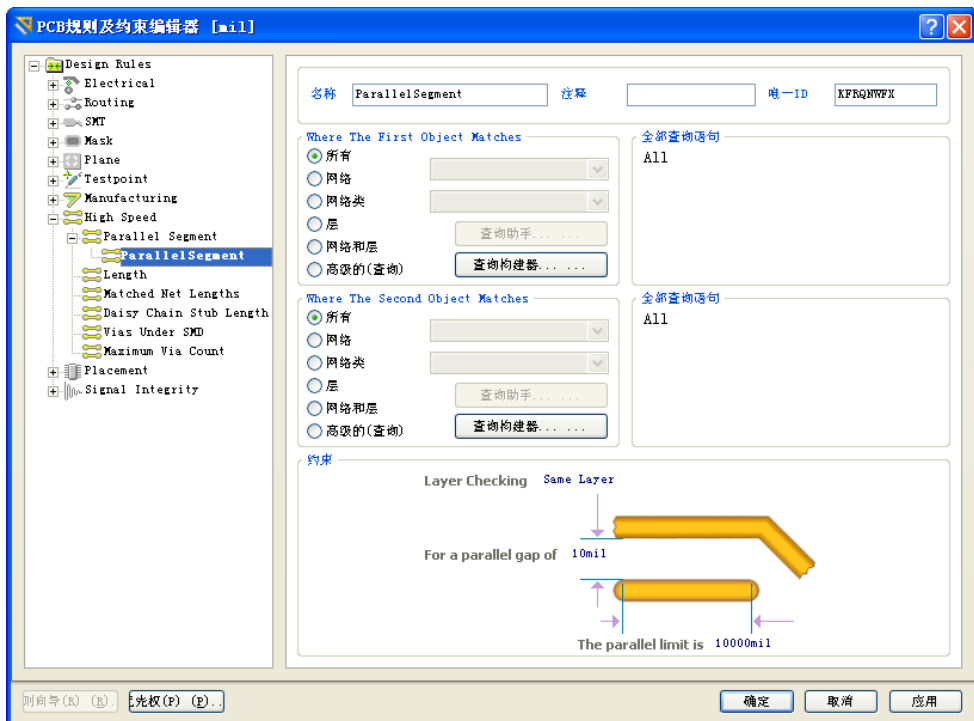

图 9-28 “Parallel Segment”设置界面
(1) “Parallel Segment（平行导线段间距限制规则）”：用于设置平行走线间距限制规则，如图 9-28 所示为该规则的设置界面。在 PCB 的高速设计中，为了保证信号传输正确，需要采用差分线对来传输信号，与单根线传输信号相比可以得到更好的效果。在该对话框中可以设置差分线对的各项参数，包括差分线对的层、间距和长度等。